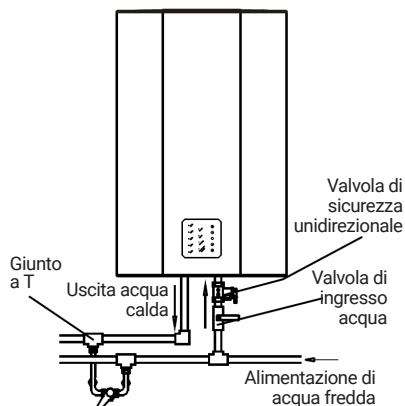
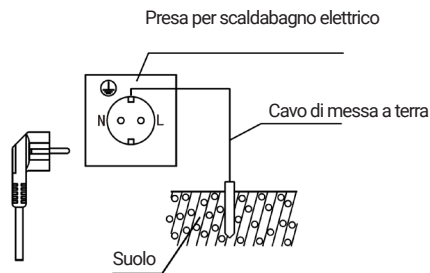

Figura 4
Figura 5
- (8) Se gli utenti desiderano un approvvigionamento idrico multicanale, possono connettersi il tubo dell'acqua secondo il metodo mostrato in figura 4.
- (9) Dopo aver verificato che i valori nominali dei contatori elettrici, dei cavi, degli interruttori, delle spine e dei fusibili nel sistema di alimentazione soddisfino i requisiti di consumo energetico di questo prodotto, collegare una presa di posizione adatta per fornire alimentazione allo scaldabagno.
- nella figura 5). L'altezza di installazione della presa di corrente da terra non deve essere inferiore a 1,8 m.
- (10) Dopo aver verificato che i valori nominali dei contatori elettrici, dei cavi, degli interruttori, delle prese e dei fusibili nel sistema di alimentazione soddisfino i requisiti di consumo energetico di questo prodotto, collegare una spina di alimentazione separata in una posizione idonea per fornire alimentazione allo scaldacqua elettrico (come mostrato in figura 5). L'altezza di installazione della presa di corrente da terra non deve essere inferiore a 1,8 m.